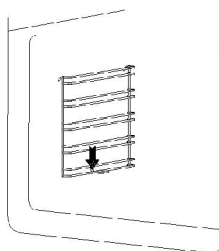

рис. 1
- Слегка нажмите на крючок решетки, как показано на рис. 1.